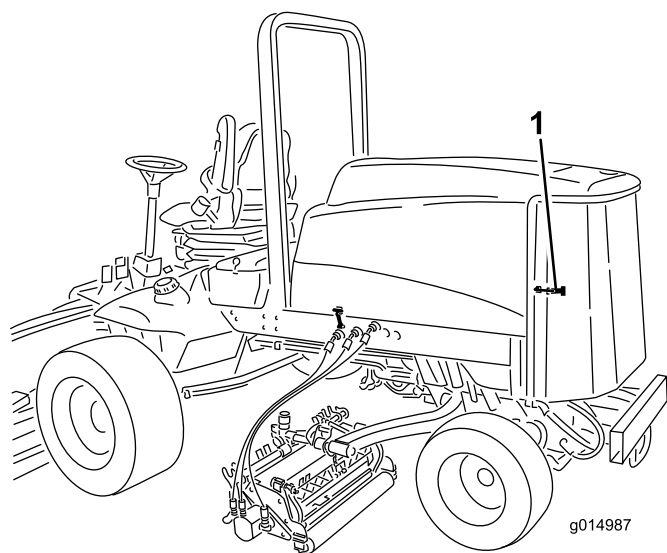

Figura 93
1. Destranque e abra o painel traseiro (Figura 93). Limpe cuidadosamente os detritos do painel.